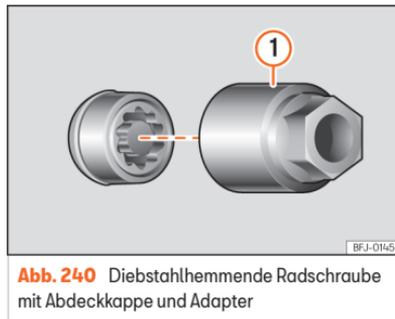

Abb. 240 Diebstahlhemmende Radschraube mit Abdeckkappe und Adapter
- Setzen Sie den Spezialadapter »» (Abb. 240) ① (Bordwerkzeug »» S. 333) bis zum Anschlag in die diebstahlhemmende Radschraube ein.